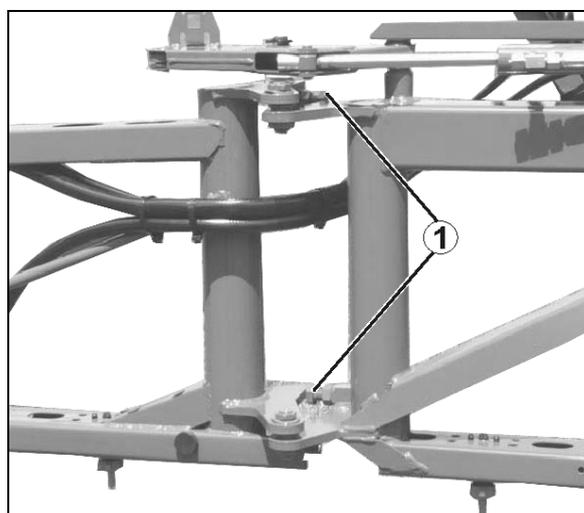

Fig. 158
1. Desserrez le contre-écrou de la vis de réglage (Fig. 158/1).